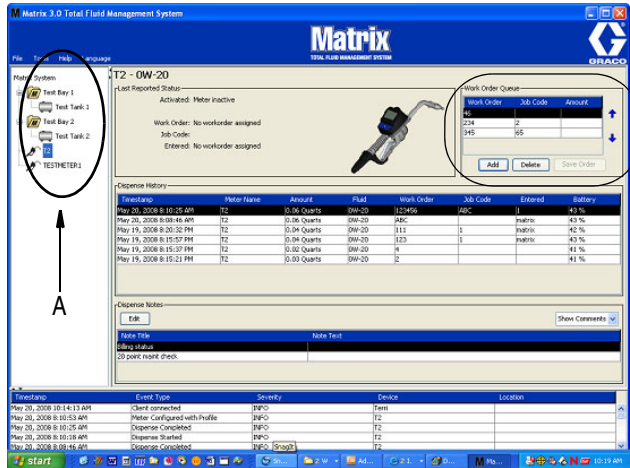

Fig. 111
En el área Grupos definidos por el administrador del sistema de la pantalla principal de Matrix (A), seleccione el medidor al que está enviando la solicitud de trabajo (Fig. 111).